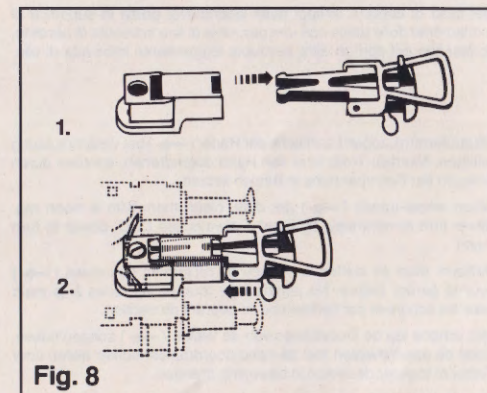

Fig. 8
2. Ersatzkupplung in Pfeilrichtung einstecken (Fig. 8).